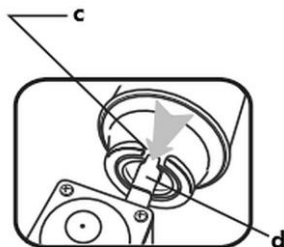

Рис. 7
1. Встановити поворотний регулятор (17) у положення ВИМК. (16), а важіль блокування балона (20) в положення UNLOCK (14).
2. Відкрити кришку тримача балона (6);
3. Вставити газовий балон (7) в гніздо для балона (8) за допомогою фланця балона (с), зверненого вгору, щоб кінчик клапана (d) газової плити легко увійшов в поглиблення (с). (Рис. 7)